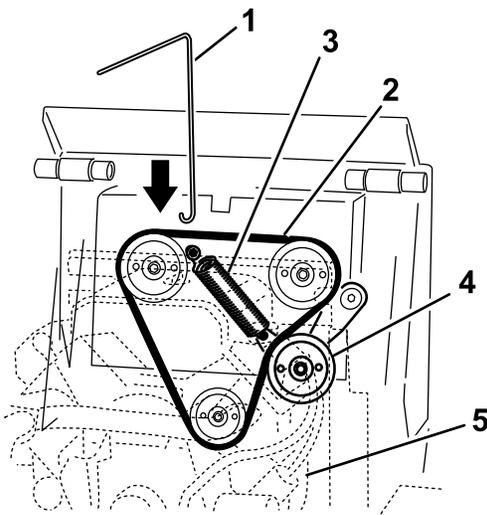

Bild 52
4. Verbinden Sie den Haken am Werkzeug für die Federentfernung mit dem Haken der Spannscheibenfeder und nehmen Sie die Feder dann vom Bolzen ab, wie in Bild 52 abgebildet.